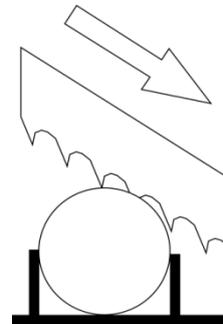

Figure 8-10 : Direction de coupe de la lame
- Montez la nouvelle lame en la mettant tout d'abord entre les patins, puis sur la course des volants, en faisant tout particulièrement attention au sens d'usinage des dents (Fig 8-10).